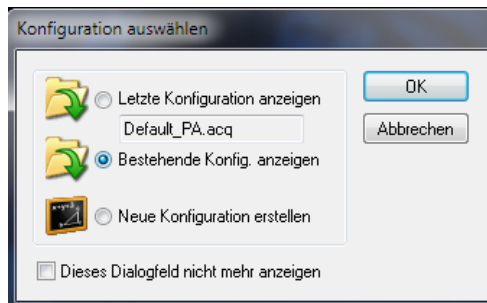

Abbildung 1-24 Dialogfeld Konfiguration auswählen
7. Wählen Sie im eingeblendeten Dialogfeld **Konfiguration auswählen** (siehe Abbildung 1-24 auf Seite 44) eine der folgenden Konfigurationsmöglichkeiten aus und klicken Sie dann auf **OK**.